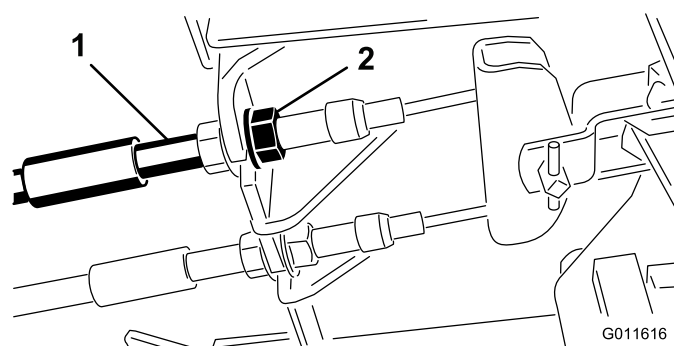

図 35
- 遊びを減らすブレーキを締めるには、ブレーキケーブルのネジ山の前ナットをゆるめ、後ろのナットを締める (図 35)。